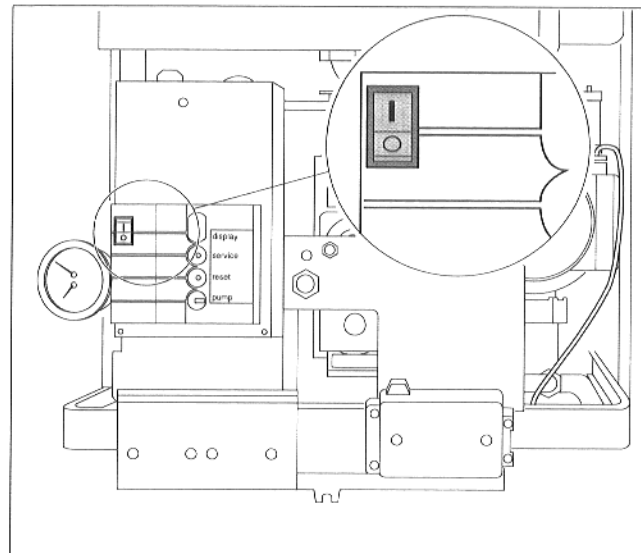

Abb. 20 Brenner zünden
- Netzschalter in Stellung „I“ stellen (Abb. 20).